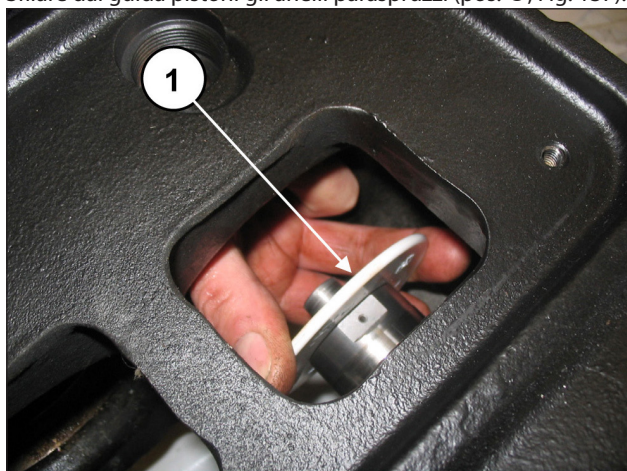

Fig. 137
Sfilare dai guida pistoni gli anelli paraspruzzi (pos. ①, Fig. 137).